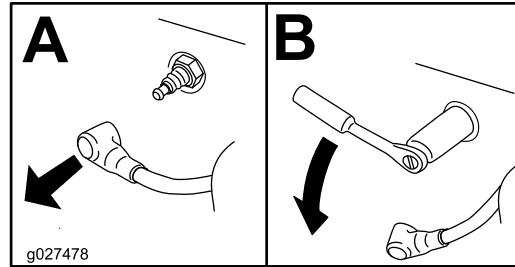

Figure 47
- Enlevez la bougie (Figure 47).